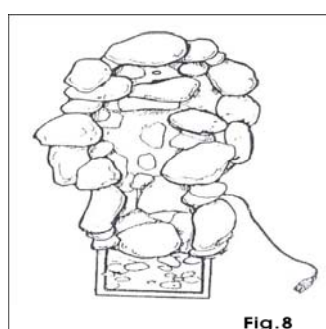

Fig.8
8. Enchufe el cable de la bomba a un receptáculo puesto a tierra correctamente. La fuente comenzará a funcionar (Fig. 8).